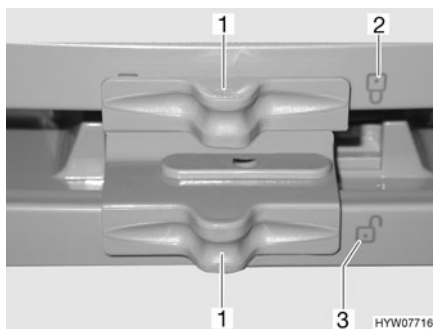

Fig. 151 Verrouillage de la porte du réfrigérateur/du compartiment congélation (Dometic Série 7 avec compartiment congélation séparé)
- Pousser le verrouillage (Fig. 151,1) de côté de telle sorte que le verrou ouvert "🔓" (Fig. 151,3) soit visible.
- Pousser le verrouillage (Fig. 151,1) de côté de telle sorte que le verrou fermé "🔒" (Fig. 151,2) soit visible.